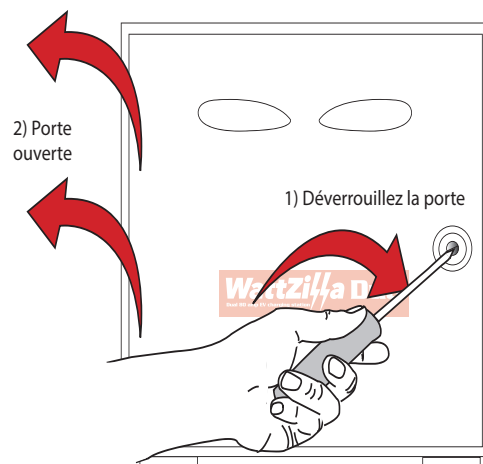

Figure 13. Ouverture du boîtier WattZilla
1. Insérez une clé hexagonale dans le loquet de la porte et tourner le compteur de l'outil dans le sens horaire jusqu'à ce qu'il arrête à la position ouverte (Figure 13). Ouvrez la porte de l'armoire WattZilla.